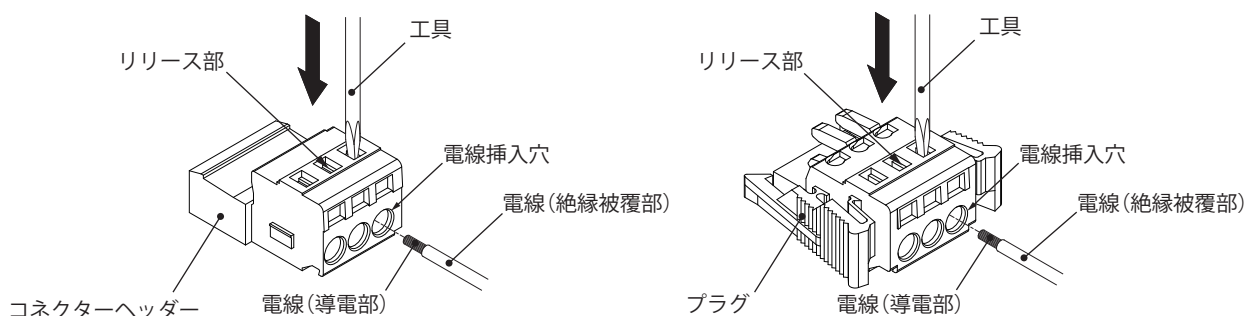

図5
- 電線を接続する端子(コネクターヘッダー・プラグ)のリリース部をマイナスドライバーなどの工具を利用して押し込んでください。(図5)